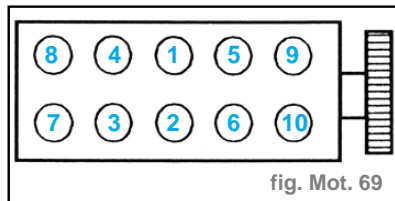

fig. Mot. 69
- Serrer toutes les vis à **3 daN.m**, puis effectuer un angle de **100° ± 4°** dans l'ordre. (fig. Mot. 69)